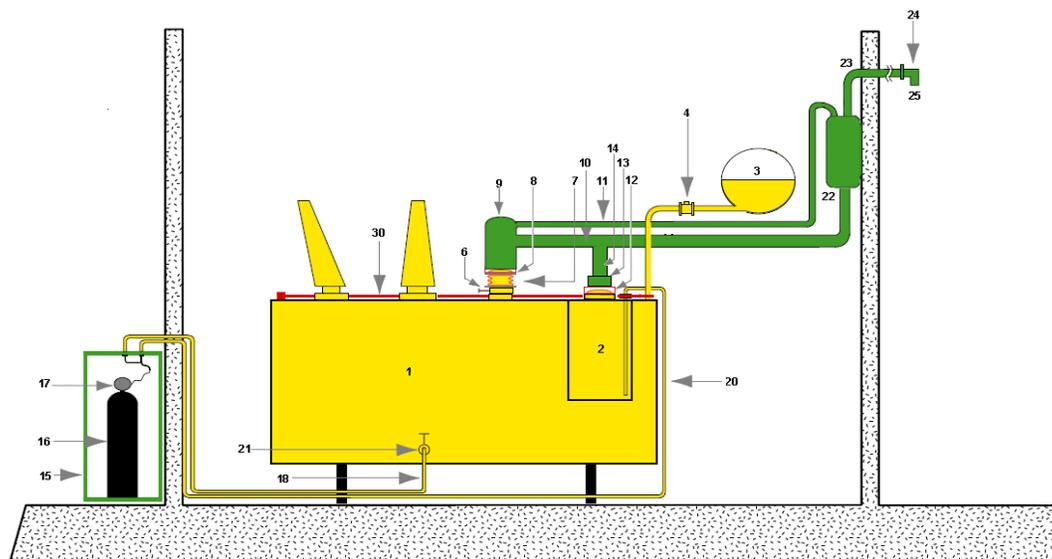

Рис.2: Система TRANSFORMER PROTECTOR, тип TPA
- **Тип ТРА, рис. 2**, предназначен для трансформаторов от 0,1 МВА до 1000 МВА и выше, устанавливаемых внутри помещений или вне помещений. В данном типе, в случае внутреннего короткого замыкания, депрессюризацию обеспечивают модули депрессюризации трансформатора и устройства РПН (поз. 6-9 и 12-13). Выбрасываемая смесь масла и газов направляется в бак отделения масла и газов (поз. 22). Газы выталкиваются через трубу для отвода взрывоопасных газов (поз. 23) за пределы здания или в отдаленное место, где они могут сгорать, не представляя опасности. Клапан отсечки воздуха (поз. 24) установлен на конце трубы для отвода взрывоопасных газов (поз. 23), чтобы не допустить проникновение воздуха в бак отделения масла и газов (поз. 22) или в бак трансформатора.